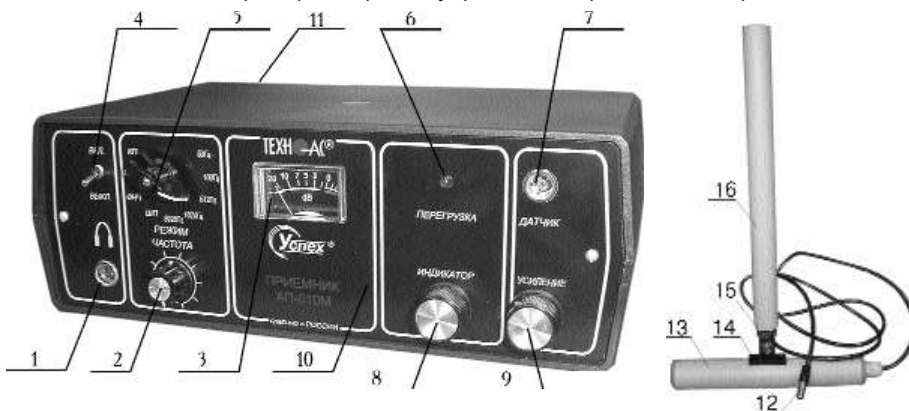

Рис. 2. Основные части прибора и органы управления
Составные части прибора и органы управления приведены на рис.2.
Через разъем поз. 1 рис. 2 к прибору подключаются головные телефоны. Следует отметить, что в разьеме головных телефонов впаина перемычка, через которую в прибор поступает напряжение питания. Без подключения головных телефонов приемник будет обесточен.
Через разъем для подключения датчиков поз.7 рис.2 осуществляется подключение к приемнику датчиков (акустического, электромагнитного, контроля качества изоляции, клещей индукционных).
Включение прибора осуществляется тумблером выключателя питания поз.4 рис.2. Выбор режима работы осуществляется переключателем режима работы поз.5 рис.2.
Переключателем выбора частоты среза поз.2 рис.2 выбирается частота среза фильтров в режимах "ФНЧ", "ПФ" трассоискателя в десяти частотных диапазонах.
По стрелочному индикатору поз.3 рис.2 оператор контролирует максимальное показание сигнала, подаваемое на головные телефоны. Особенно полезен стрелочный индикатор в режиме трассоискателя, так как по стрелочному индикатору более точно определяется месторасположение трассы, чем по звуковому сигналу в головных телефонах оператора.
Ручки регулировки усиления поз.9 рис.2 и усиления индикатора поз.8 рис.2 предназначены для регулировки усиления приемника, для вывода информации в удобном виде как на головные телефоны, так и на стрелочный индикатор.
Для исключения влияния импульсных сигналов (помех) на приемник в приборе предусмотрен индикатор пиковой перегрузки приемника поз.6 рис.2. Прибор будет работать с искажением, если индикатор поз.6 рис.2 будет находиться в светящемся состоянии.
-для поиска трубопроводов, находящихся под катодной защитой используется режим "100 Гц". Переводя переключатель поз.5 рис.2 в положение "100 Гц" необходимо снова обследовать местность.